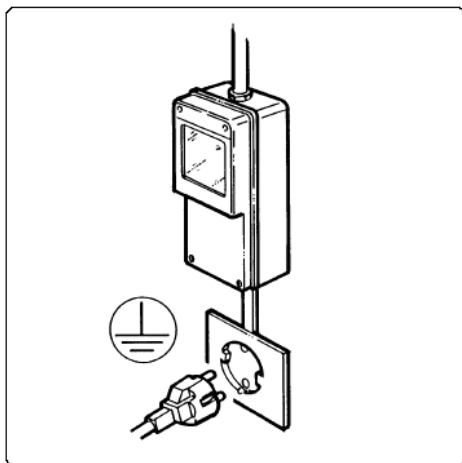

Fig. 28
- La sicurezza elettrica dell'apparecchiatura può essere garantita solo nel caso in cui essa sia collegata a un impianto dotato di un'efficace messa a terra, come previsto dalle vigenti normative di sicurezza (Fig. 28). Il produttore non può quindi essere considerato responsabile di eventuali danni dovuti alla mancata messa a terra dell'apparecchiatura.
- Per un'installazione corretta e sicura è indispensabile predisporre un'apposita presa comandata da interruttore magnetotermico con distanza di apertura dei contatti uguale o superiore a 3 mm, conforme alle vigenti normative nazionali di sicurezza (v. Fig. 28).